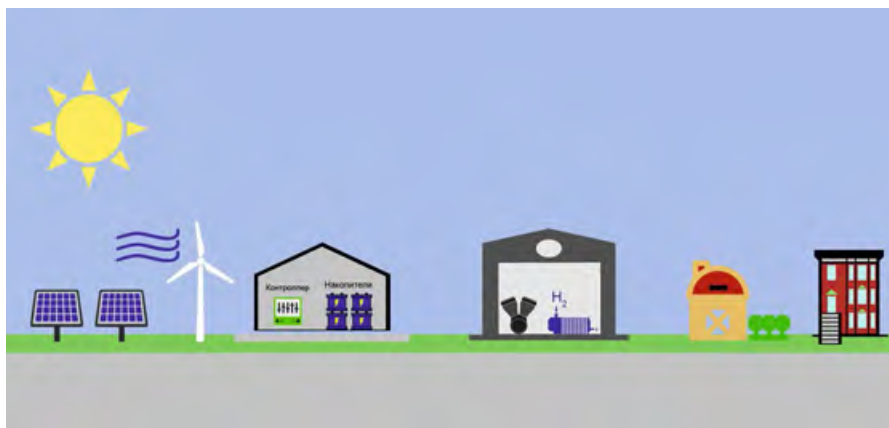

Рис. 3. Схема работы автономного сообщества
**2. Энергосообщества, ставящие своей целью обеспечение себя электроэнергией в условиях полной автономности и отсутствии возможности подключить к централизованной энергосистеме.** Система в таком случае является полностью автономной. На рис. 3 отображена принципиальная схема её работы:
Вторым из главных расчётов (по важности) при проектировании ограждающих конструкций является её проверка на возникновение зон переувлажнения. После принятых энергосберегающих мероприятий зачастую возникают проблемы с увеличением данной зоны. Сам расчёт производится по аналогии с расчётами тепловых потерь здания [2, 3]. Результатом переувлажнения ограждающей конструкции является снижение прочности и её полное разрушение. Авторы считают, что при применении дополнительного утепления обязательно нужно проводить повторную проверку ограждения на возникновение зон переувлажнения. На рис. 3 представлена данная проверка на рассматриваемом объекте.
•• Рис. 3. Распределение температуры, парциального давления и давления насыщения в сечении стены (а — конструкция до энергосберегающих мероприятий, б — после данных мероприятий)